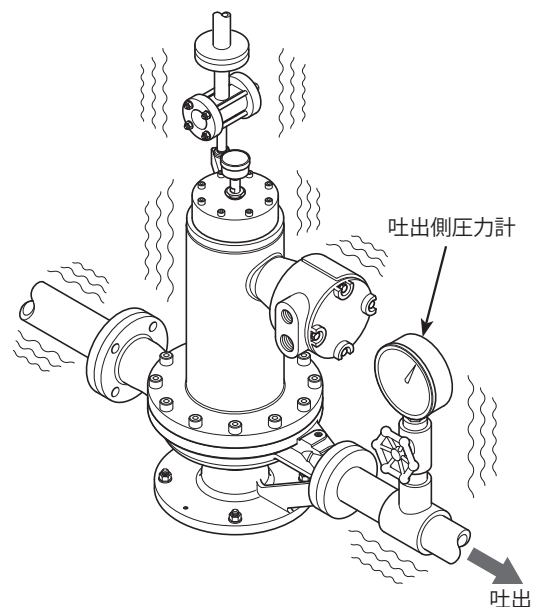

図 4 - 1 日常の点検
- 吐出圧力計の指示に異常がないか。(図 4 - 1 参照)
文中の部品番号は図1－1、2の組立断面図および図4－12、13の分解図の部品番号に合わせてあります。